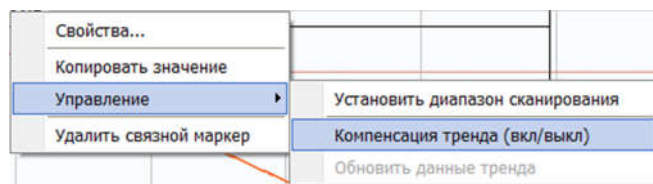

Рисунок 2.182 – Контекстное меню связного маркера
- выбрать «Компенсация тренда» в подменю «Управление» контекстного меню маркера (рисунок 2.182).